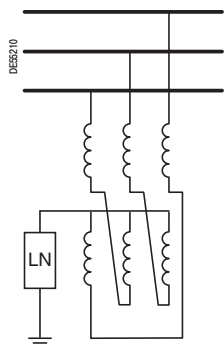

Рис. 2. Заземление нейтрали, к которой нет доступа
- Если нет доступа к нейтрали (обмотка, соединенная "треугольником") или в случае когда это требуется в соответствии со схемой организации защиты, создается искусственная нейтраль с помощью катушки для заземления нейтрали (BPN), подключаемой к сборным шинам; подсоединение выполняется с помощью зигзагообразной катушки с выведенной нейтралью (см. рис. 2).
На практике за счет малого сопротивления катушки возникает слабый резистивный ток со значением в несколько ампер (см. рис. 2).